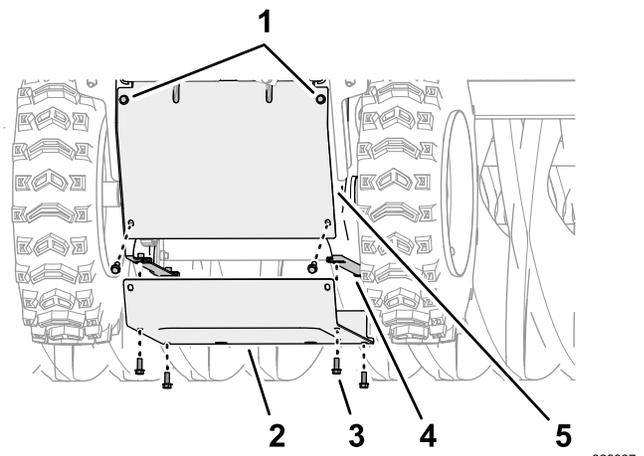

Figura 51
4. En la parte inferior de la máquina, alinee los orificios de la cubierta inferior con los orificios de las pestañas de las placas laterales derecha e izquierda (Figura 51).
5. Monte la cubierta inferior en la máquina (Figura 51) con los 6 tornillos con arandela prensada (¼" x ⅝").
6. Apriete los 2 tornillos con arandela prensada superiores (¼" x ⅝") que sujetan la cubierta trasera a la máquina (Figura 51).